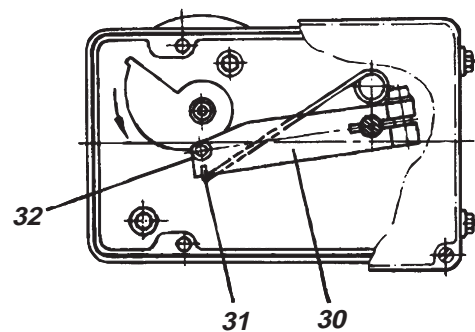

Fig. 17: Montaje del posicionador en el accionamiento orientable, alineación del disco dentado.
- f) Colocar el posicionador sobre la carcasa del juego de piezas adicionales. Enganchar el resorte **31** en el balancín **30** y colocar el rodillo de exploración **32** en el disco dentado (véase fig. 17).